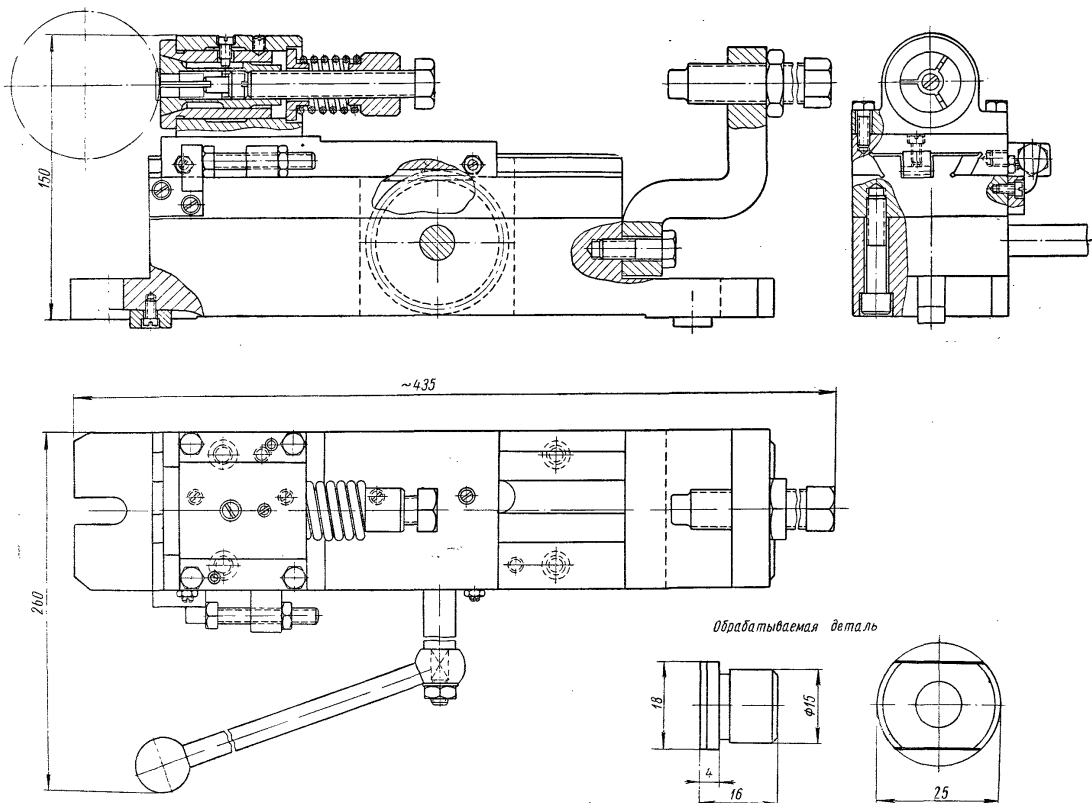

Рис. 33
4. Составьте описание конструкции и принципа действия приспособления по Рис. 33.